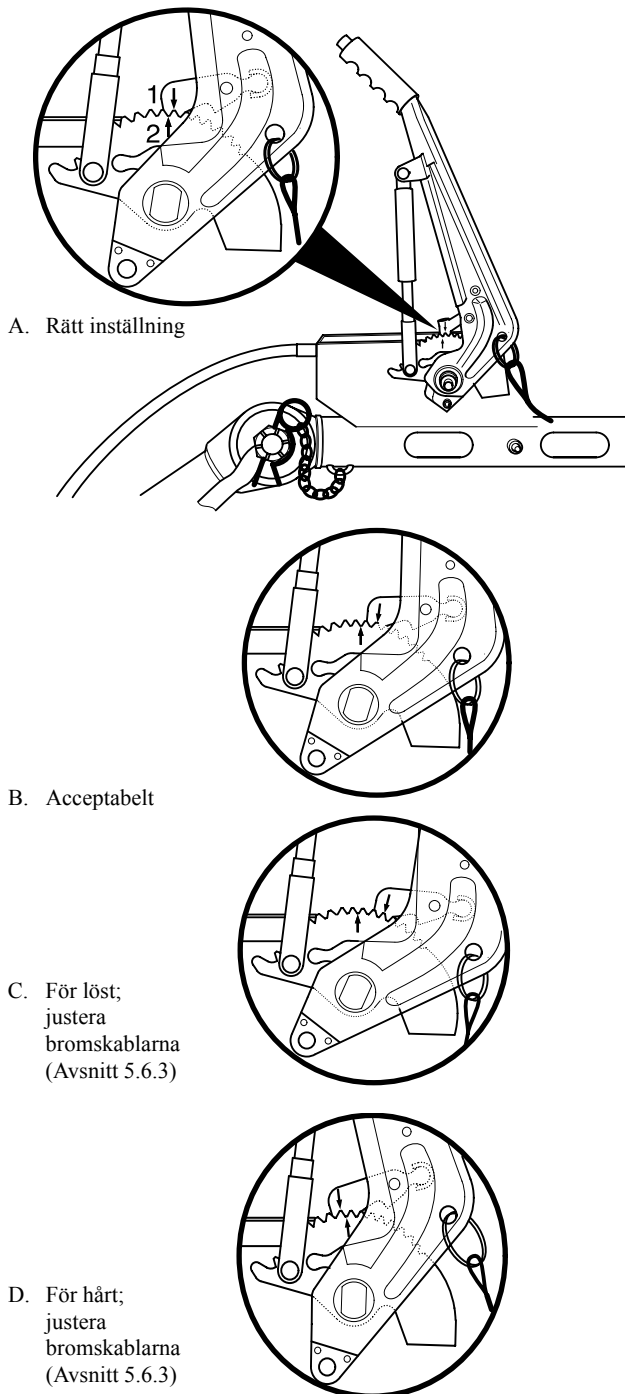

Fig. 5.6 Rätt och fel position markeringar
5. Kontrollera positionen av pilmarkeringen "1" vid spärren jämfört med pilmarkeringen "2" vid den tandade delen, enligt Fig.5.6 A,B,C,D.